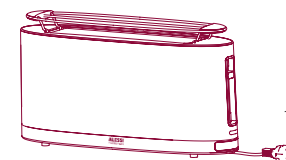

Fig. 10
- 1 Positionner la grille chauffe-croissants au-dessus du grille-pain (fig. 10).